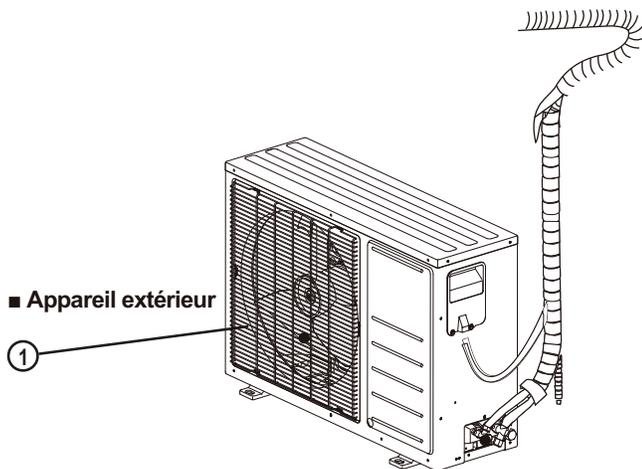

Fig. 2 – Appareil extérieur
- La figure 2 ci-dessus n'est qu'une ébauche. Le modèle réel peut être légèrement différent.